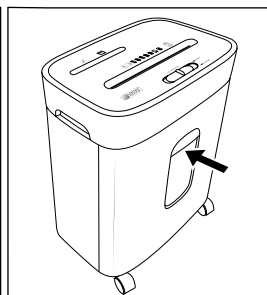

Fig. 4
- ◆ Skub nu den store opsamlingsbeholder **13** helt ind i produktsoklen **15** (se fig. 4).